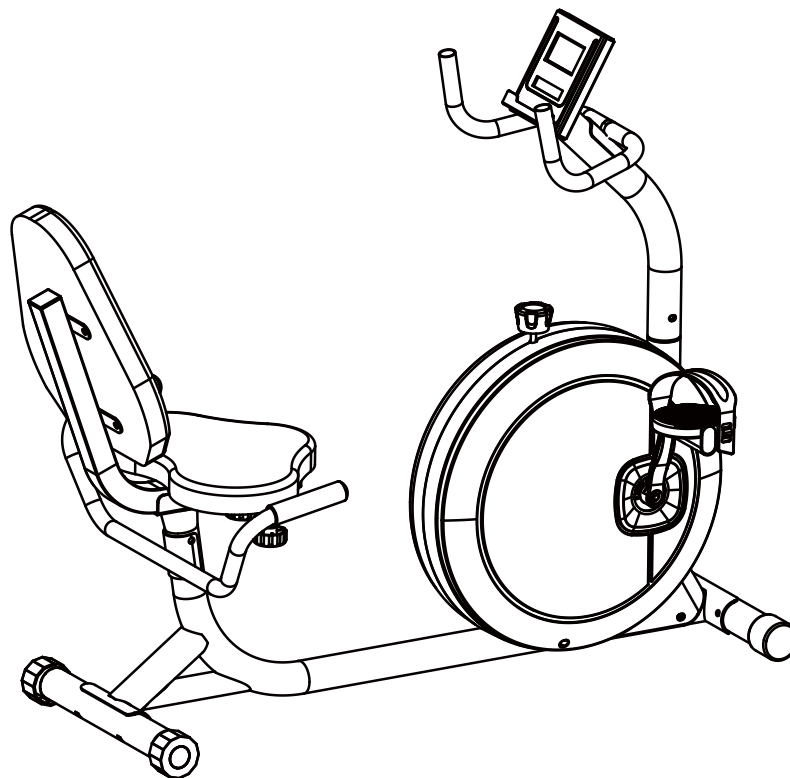

Abbildung 14
14. Nach der Montage aller Teile überprüfen Sie die Schrauben jedes Teils, um sicherzustellen, dass sie vor der Verwendung festgezogen sind. Wie in Abbildung 14 gezeigt.